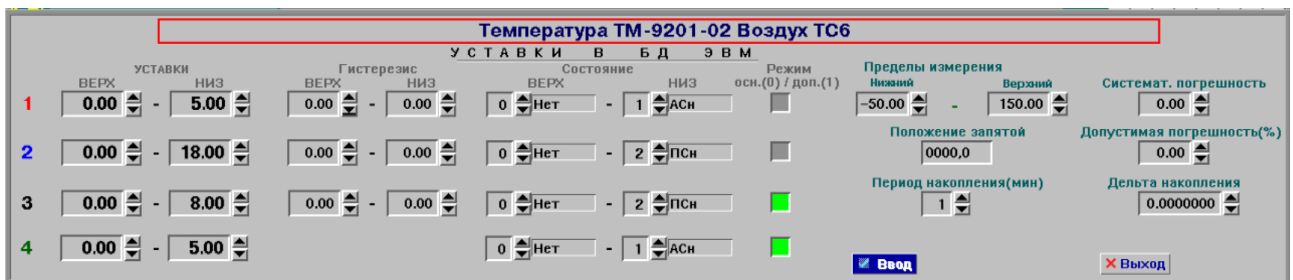

Рисунок 19 - Окно корректировки уставок датчиков
7.17.4 Для корректировки значений уставок датчиков необходимо нажать «мышью» на название требуемого датчика. На экране дисплея появится окно корректировки уставок (см. рис. 19), в котором необходимо установить вид состояния датчика после достижения значения уставок, требуемые значения уставок, гистерезиса и режим работы установки